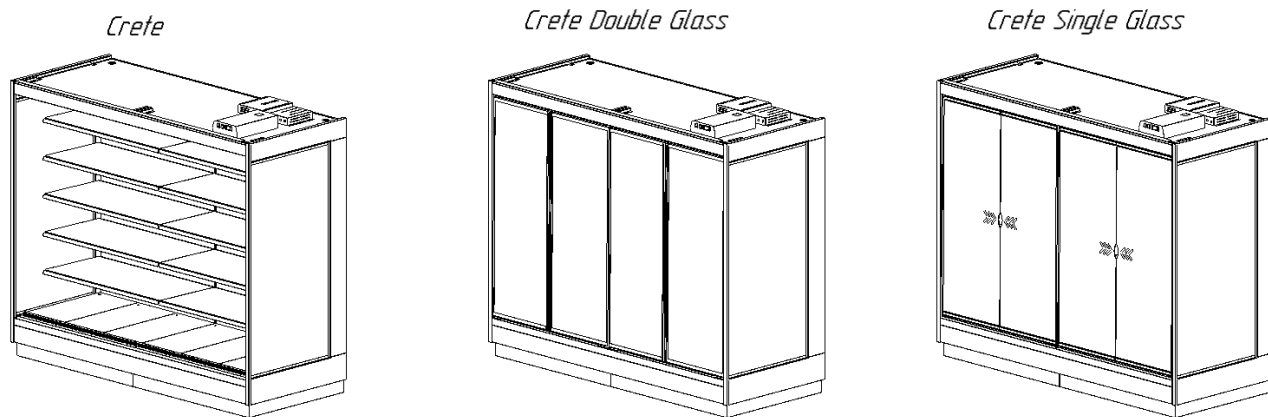

Рисунок 1. Crete/Crete Double Glass/Crete Single Glass
- «Crete» - пристенная среднетемпературная горка шириной 1050 мм (см. рисунок 1);
- «Crete Single Glass» - пристенная среднетемпературная горка с бескаркасными стеклянными дверями шириной 1050 мм (см. рисунок 1);
- «Crete Double Glass» - пристенная среднетемпературная горка с каркасными стеклянными дверями шириной 1050 мм (см. рисунок 1);
- «Crete Compact» - пристенная среднетемпературная горка шириной 870 мм (см. рисунок 1);
- «Crete Compact Single Glass» - пристенная среднетемпературная горка с бескаркасными стеклянными дверями шириной 870 мм (см. рисунок 1);
- «Crete Compact Double Glass» - пристенная среднетемпературная горка с каркасными стеклянными дверями шириной 870 мм (см. рисунок 1);
- «Crete Nano» - пристенная среднетемпературная горка шириной 740 мм (см. рисунок 1);
- «Crete Nano Single Glass» - пристенная среднетемпературная горка с бескаркасными стеклянными дверями шириной 740 мм (см. рисунок 1);
- «Crete Nano Double Glass» - пристенная среднетемпературная горка с каркасными стеклянными дверями, шириной 740 мм (см. рисунок 1);